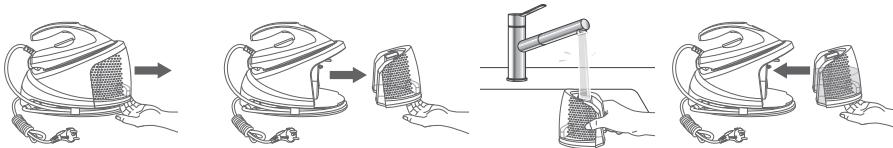

Fig. 2
2. Sujete el tirador (7) en la parte de abajo del depósito de agua (4) y tire de él en línea recta para sacar el depósito de agua de la base de la estación de vapor (5) (fig. 2).
3. Llene el depósito con agua del grifo a través del orificio de llenado (3). No sobrepase la marca de nivel «MAX» (1,2 l).